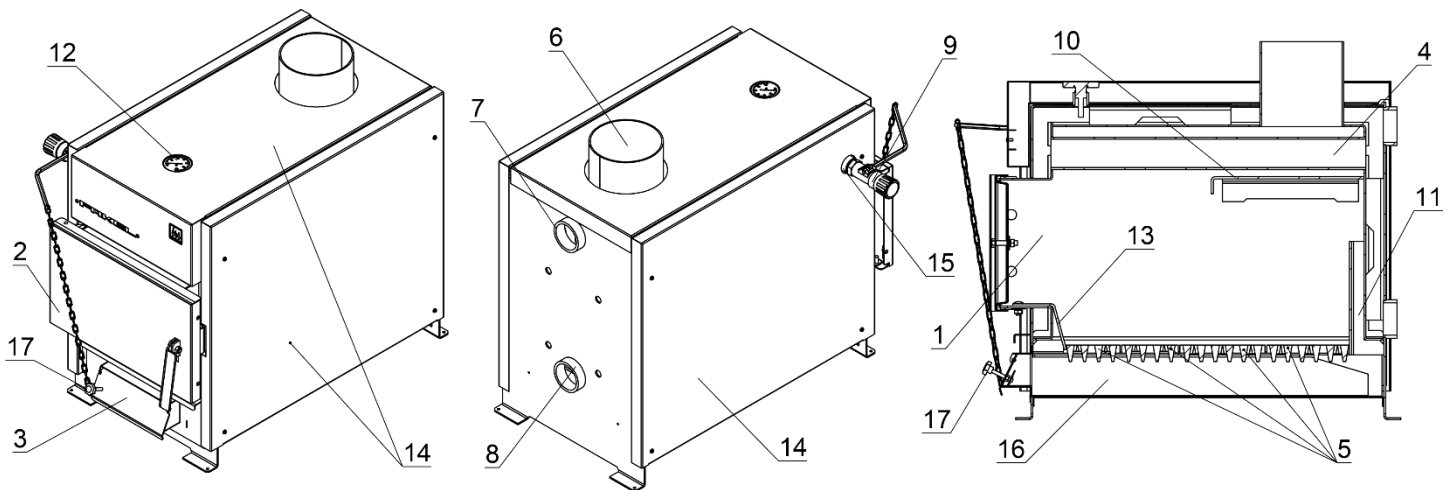

Рис. 2 Устройство котла FAKEL
Водотрубные теплообменники (рис.2 поз.4), встроенные в корпус котла, максимально увеличивают КПД котла, сохраняя при этом его небольшие габариты. Теплообменники отделены сменным отбойником пламени (рис.2 поз.10).
Наружные поверхности котла облицованы защитно-декоративными панелями (рис.2 поз.14), которые предохраняют владельца котла от контакта с горячими поверхностями корпуса.
Подача, дозарядка топлива и чистка котла производится через топочную дверцу (рис.2 поз.2).
Пожаробезопасная зольная камера с вместительным зольным ящиком (рис.2 поз.16) удобна при чистке котла.
Температуру воды в котле показывает биметаллический термометр (рис.2 поз.12), встроенный в корпус котла.
Стандартные чугунные колосниковые решетки (рис.2 поз.5), расположенные в камере сгорания котла, удобно чистить и при необходимости легко заменить.
Для повышения удобства монтажа котла, фланцы подключения отопительного контура (рис.2 поз.7,8) вынесены на заднюю стенку котла, а патрубок подключения дымохода (рис.2 поз.6) находится сверху.
Плавную регулировку подачи воздуха в зону горения производят через зольный ящик котла. На ручке выдвижного зольного ящика расположена заслонка подачи первичного воздуха (рис.2 поз.7) с ручкой регулировки (рис.2 поз.17).
Для автоматической регулировки горения необходимо установить регулятор тяги (не входит в комплект поставки котла) в патрубок (рис.2 поз.15), расположенный на боковой стенке котла. Принцип действия регулятора - механический, соответственно при его использовании энергонезависимость котла полностью сохраняется.
4. Установите вращением ручки регулятора значение 60. При достижении и стабилизации температуры котловой воды 60°C закрепите второй конец цепочки на заслонке подачи воздуха (рис. 2 поз. 3). При этом заслонка должна быть приоткрыта на 2-3мм (регулируется ручкой (рис. 2 поз.17), а цепь должна быть немного свободной).